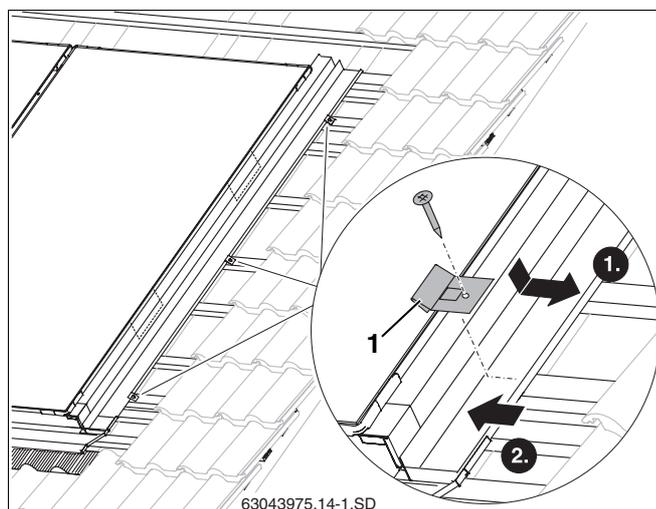

Fig. 49 Fissaggio della lamiera di copertura laterale
- Disporre i ganci (fig. 49, **pos. 1**) nello spigolo della lamiera di copertura laterale.